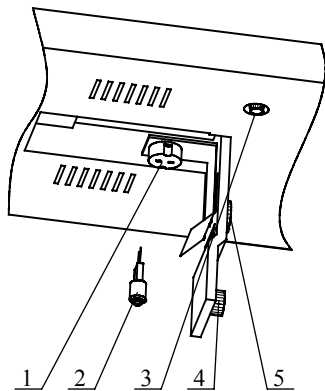

图 7
3) 保险丝盒位于底盘上，拧松保险丝螺母，取出烧坏的保险丝，装上新的保险丝，拧紧螺母即可使用(图 7)。